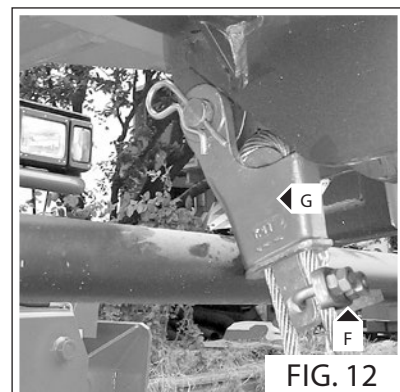

FIG. 12
- Avvitare il morsetto di sicurezza fune al ferma cavo (Fig. 12 - Rif. F).
- Montare il ferma cavo nell'apposito alloggiamento sotto le pulegge guida fune (Fig. 12 - Rif. G).
- Screw the safety clamp back on the cable clamp (Fig. 12 - Ref. F).
- Fit the cable clamp in its housing under the rope guide pulley (Fig. 12 - Ref. G).
- Draai de veiligheidsklem van de kabel vast op de kabelblokkering (Fig.12 - Ref.F).
- Monteer de kabelblokkering in de desbetreffende houder onder de kabelgeleideschijven (Fig.12 - Ref.G).